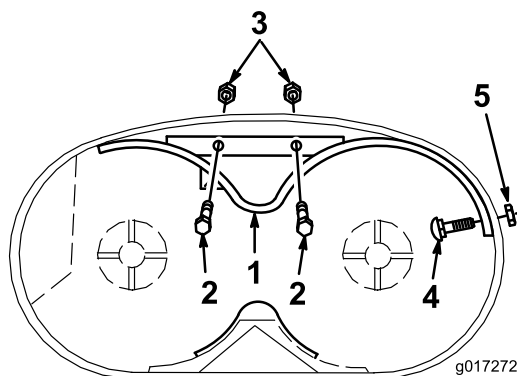

Figura 2
6. Fissate il dato del deflettore anteriore con un bullone a testa tonda (5/16 x 3/4 pollice) e un dado di bloccaggio (5/16 pollice) (Figura 2).